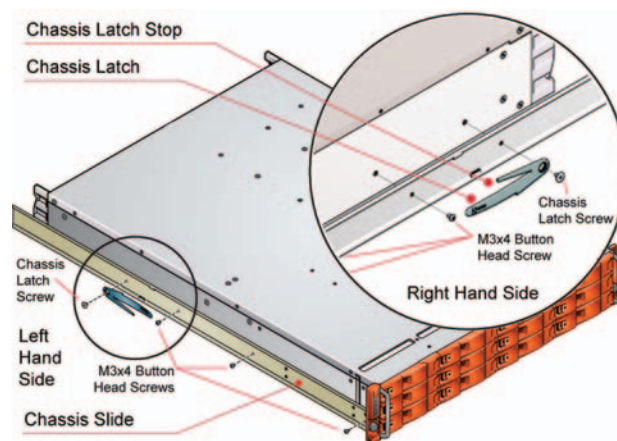

Figura 2: Fijación de las guías deslizantes del chasis
2. Una los lados izquierdo y derecho del chasis a los laterales de la carcasa utilizando seis tornillos de cabeza semiesférica M3x4. Coloque tres tornillos en cada lado. Consulte la **Figura 2** para conocer las posiciones.
3. Instale los pestillos izquierdo y derecho utilizando los tornillos para los pestillos. Compruebe que el pestillo se orienta tal y como se muestra en la **Figura 2**, con el brazo del resorte (brazo pequeño) colocado contra el tope. En la parte derecha, el tope se encuentra en la parte superior, mientras que en la parte izquierda se encuentra en la inferior.